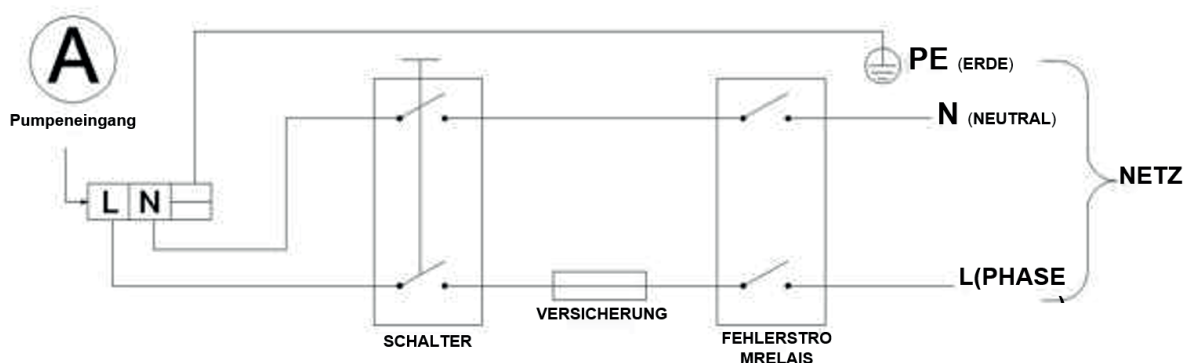
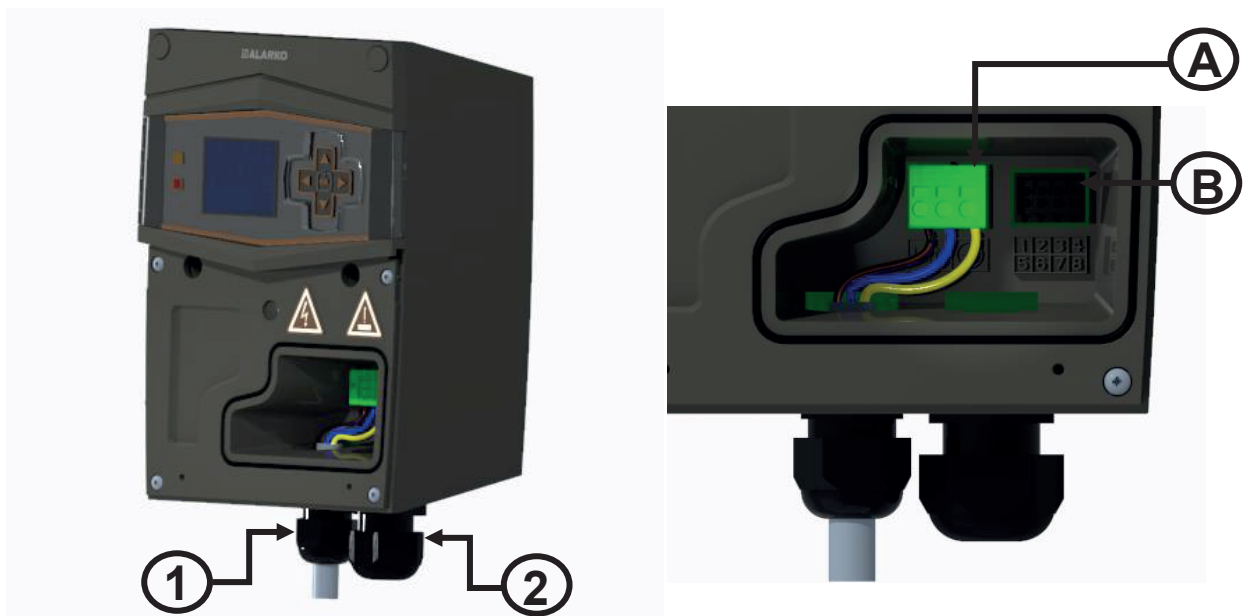

Abbildung 6.8: Elektrisches Anschlussschema
Abbildung 6.10: Bild der Verschraubung
Der elektrische Anschlussplan ist in Abbildung 6.8 dargestellt.
6. Schließen Sie das durchgeleitete Kabel an die mit "A" in Abbildung 6.10 gekennzeichnete Buchse an, wie in Abbildung 6.8 dargestellt.